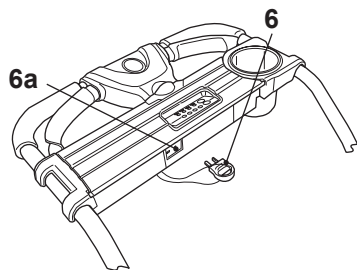

Fig. 19
- > Installez le boîtier de batterie dans le compartiment de la batterie (14).
- > Tenez-vous derrière la poignée (1).
- > Insérez la clé de contact (6) dans la fente (6a). Elle ne peut être insérée que dans un sens (Fig. 19).